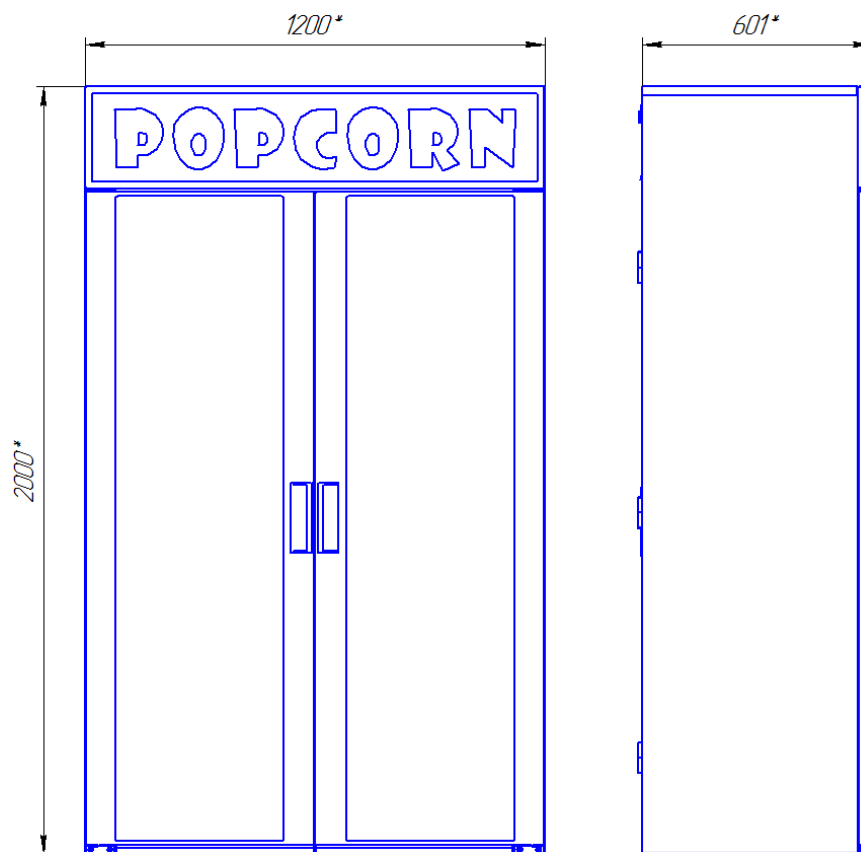

Рис. 2
4.1 Витрина для попкорна и начоса, показана на рис. 2
4.3 Принцип работы (Рис.2).